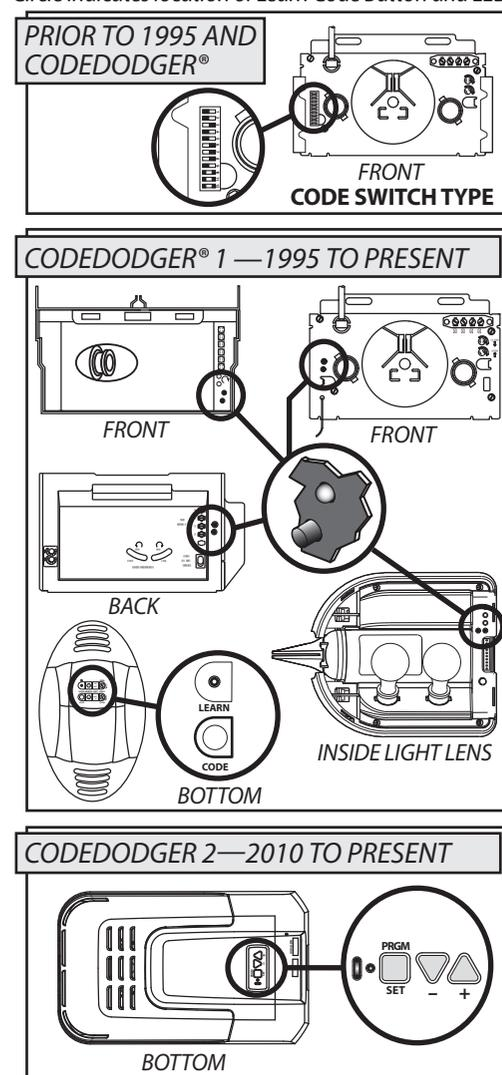

FIG. 2
The Universal Remote comes from the factory in the **CodeDodger® 1** Operating Mode. The **CodeDodger® 1** Mode is indicated by a **RED LED** on the remote whenever a button is pressed (FIG. 2).
3. Press and release a Remote Button, (FIG. 2)—the Learn Code LED will stay on (stops blinking)
The button or buttons on your remote that you wish to use to operate **CodeDodger® 2** openers, must be switched to the **CodeDodger® 2** Operating Mode. The **CodeDodger® 2** Mode is indicated by a **GREEN LED** on the remote whenever a button is pressed (FIG. 2).
El Control remoto universal viene de fábrica en modo operativo **CodeDodger® 1**. El Modo **CodeDodger® 1** se indica con una LUZ LED ROJA en el control remoto siempre que se presiona un botón (FIG. 2).
3. Presione y suelte el botón del control remoto (FIG. 2)—la luz LED de "Conocer código" seguirá encendida (dejará de titilar).
El botón o los botones de su control remoto que desea utilizar para accionar abridores **CodeDodger® 2**, deben ajustarse al modo operativo **CodeDodger® 2**. El Modo **CodeDodger® 2** se indica con una LUZ LED VERDE en el control remoto siempre que se presiona un botón (FIG. 2).